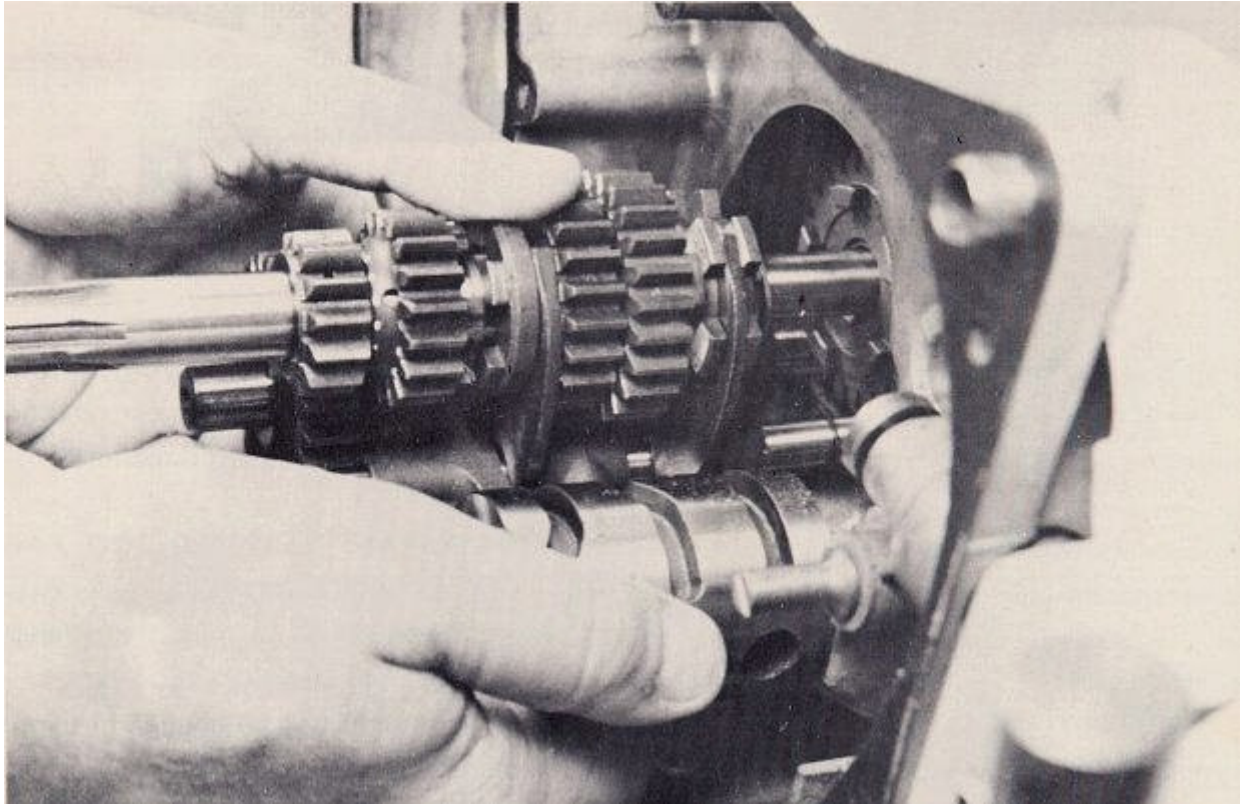

FIG. 57
26. En este punto, la celebración de la asamblea en ambas manos, mueva a la derecha el caso e instalar todo en el caso de forma simultánea (Fig. 57). Asegúrese de que todos los componentes son empujados hasta el final hacia el lado derecho de la caja y que todo lo que gira libremente. Ahora está listo para comprobar la transmisión de engranajes para el compromiso.